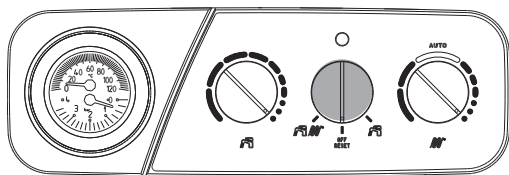

fig. 18
Para reactivar el funcionamiento, colocar el selector de función en off-reset (fig. 18) y volverlo a colocar luego en la posición deseada: verano o invierno (fig. 19).
- Colocar el selector de función en off-reset (fig. 18) y volverlo a colocar en la posición deseada: verano o invierno (fig. 19).
Para reactivar o funcionamento, posicione o seleccionador de função na posição off-reset (fig. 18) levando-o novamente para a posição desejada: verão ou inverno (fig. 19).
- Posicione o seleccionador de função na posição off-reset (fig. 18) levando-o, em seguida, novamente para a posição desejada: verão ou inverno (fig. 19).